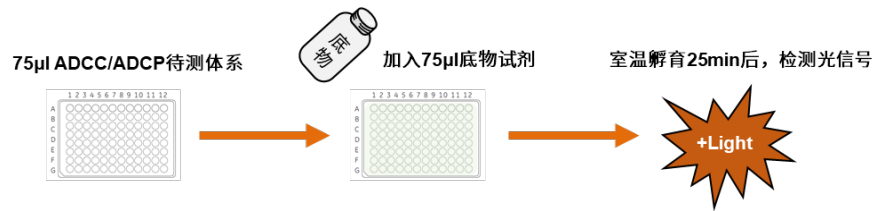

图 3. Bio-Glory™ One-Step 荧光素酶检测流程图
**操作简介** Bio-Glory™ One-Step 荧光素酶测定试剂盒适用于 ADCC、ADCP Reporter Bioassay 中表达的萤火虫荧光素酶的检测，试剂盒使用操作流程如图 3 所示。